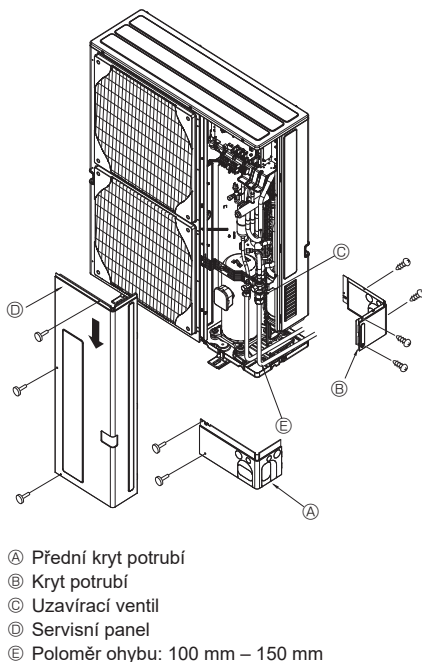

Fig. 4-4
4.3. Potrubí chladicího média (Fig. 4-4)